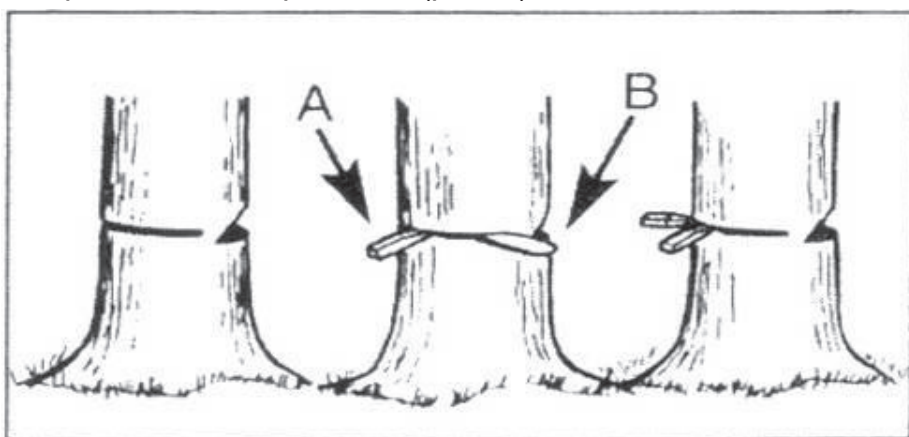

Рис.5
1. Используйте деревянные или пластмассовые клинья (A), чтобы шина или цепь (B) не застревали в зоне резания. (рис. 5).